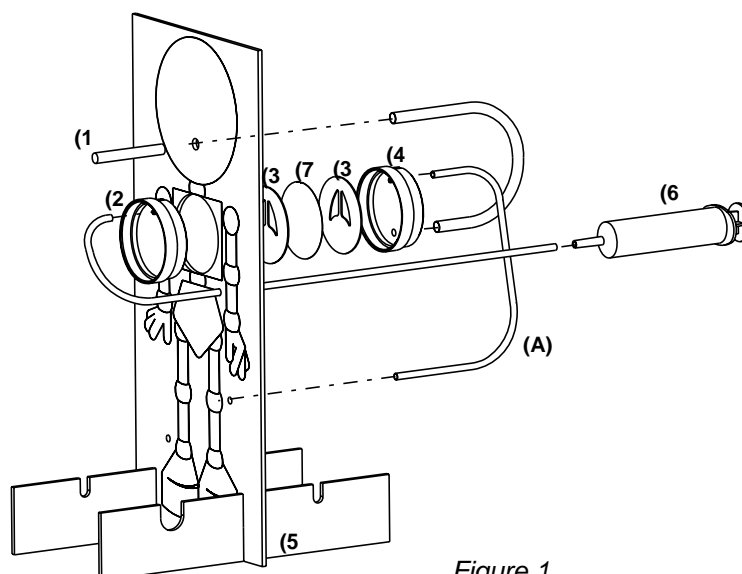

Figure 1
La maquette de **fumeur actif (pouvant également être commandée seule sous la référence 512 045)** est constituée des éléments suivants (voir figure 1) :
- Repérer tout d'abord les couvercles avant **(2)** et arrière **(4)** des enceintes pulmonaires (voir figure 1).
- Monter le panneau support sur les deux pieds, au niveau des encoches, comme indiqué sur la figure 1.
- Enfoncer, du côté de la face avant du panneau support (côté modèle humain), le couvercle avant de l'enceinte pulmonaire **(2)** dans l'ouverture circulaire prévue. Le détrompeur et l'orifice sont placés vers le haut (voir figure 1).
- Brancher les tubes souples, en les faisant passer dans les orifices aménagés dans le panneau support (voir figure 1).